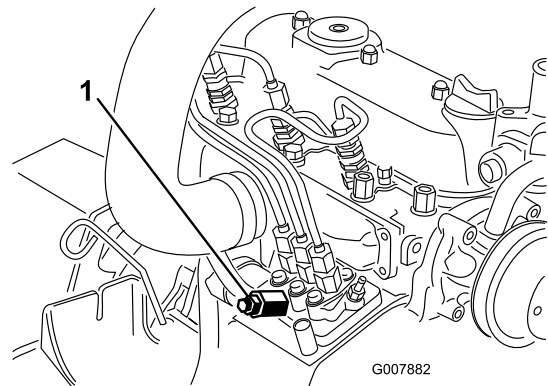

Figura 41
3. Coloque un trapo debajo del tornillo de purga de aire de la bomba de inyección de combustible, y abra el tornillo (Figura 41).